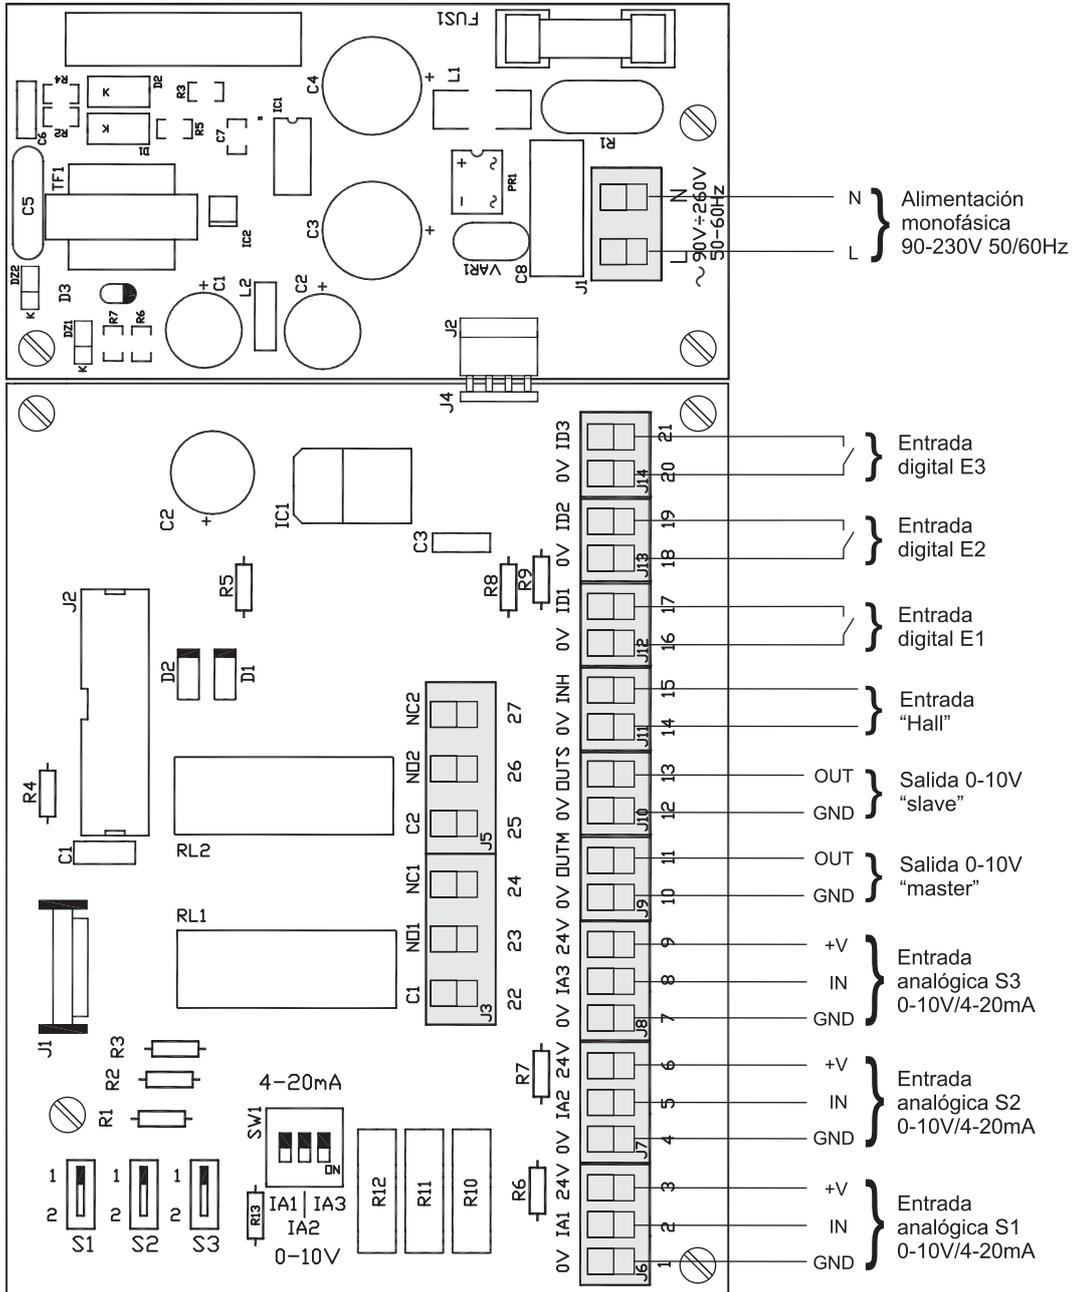

Fig.1
- **CONTROL ECOWATT AC/DC:** versión con alimentación monofásica AC y salida analógica 0-10V para motores DC o convertidor de frecuencia. (Fig.1)